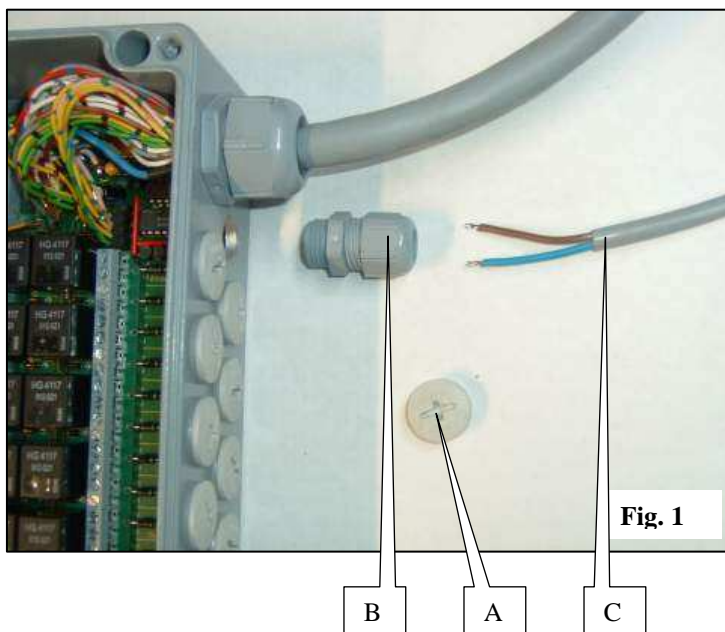

Fig. 1
- Bevestig de steun A (fig. 1) met behulp van de flens op het frame van het zaaimachine C (fig. 1), zo dicht mogelijk bij het midden van de zaaimachine.
- Bevestigen de aansluitdoos B (fig.1) op de steun.
Iedere celkabel is uitgerust met een stekker voor in de leidingbus. De stekkers E van de leidingbus aan te sluiten op de cellen zijn vierwegstekkers en de kabels van de leidingbus zijn genummerd bij de uitgangen van de aansluitdoos F (fig.1):
- fijar el soporte A (fig. 1) con la brida en la viga de la sembradora C (fig. 1), lo más próximo posible al centro de la sembradora.
- fijar la caja de conexiones B (fig. 1) al soporte.
Cada cable de célula está equipado con una toma para conectar al mazo. Las tomas E del mazo a conectar a las células son tomas de 4 vías y los cables del mazo están numerados a la salida de la caja F (fig. 1):
- fissare il supporto A (fig. 1) con la staffa sulla trave della seminatrice C (fig. 1), il più al centro della seminatrice possibile.
- fissare la scatola di allacciamento B (fig. 1) al supporto.
Ogni cavo di cellula è fornito di una presa da collegare al fascio. Le prese E del fascio da collegare alle cellule sono prese multiple da 4 attacchi e i cavi del fascio sono numerati sull'uscita della scatola F (fig. 1):
- Enlever le bouchon A (fig. 1) correspondant au passage du câble de la coupure n°1 (coupure la plus à gauche du semoir par rapport au sens d'avancement)
- Visser le presse étoupe B (fig. 1 et 2) à la place du bouchon
- Passer le câble C (fig. 1 et 2) de la coupure n°1 dans le presse étoupe
- Remove plug A (fig. 1) corresponding to the cable raceway of cutter n°1 (cutter that is the furthest to the left of the seeder in relation to the forward direction)
- Screw in cable gland B (fig. 1 and 2) in place of the plug
- Pass cable C (fig. 1 and 2) of cutter n°1 into the cable gland
-Nehmen Sie die Kappe A (Abb. 1) des Anschlusses für das Kabel der 1. Reihenabschaltung (erste Reihenabschaltung von links der Sämaschine in Fahrtrichtung) ab.
-Schrauben Sie die Stopfbüchse B (Abb. 1 und 2) an Stelle der Kappe.
-Führen Sie das Kabel C (Abb. 1 und 2) von der Reihenabschaltung Nr. 1 in die Stopfbüchse
- Verwijder de dop A (fig. 1) die overeenkomt met de passage van de kabel van de onderbreker n°1 (onderbreking uiterst links van de zaaimachine, in de rijrichting)
- Schroef de stopbus B (fig. 1 en 2) op de plaats van de dop.
- Breng de kabel C (fig. 1 en 2) van de onderbreker n°1 in de stopbus
- Quitar el tapón A (fig. 1) correspondiente al paso del cable del corte n° 1. (el corte más a la izquierda de la sembradora respecto al sentido del avance).
- Atornillar el prensaestopas B (fig. 1 y 2) en el lugar del tapón.
- Pasar el cable C (fig. 1 y 2) del corte n° 1 por el prensaestopas.
-Rimuovere il tappo A (fig. 1) corrispondente al passaggio del cavo del taglio n°1 (il taglio più a sinistra della seminatrice rispetto al senso di avanzamento)
-Avvitare il premistoppa B (fig. 1 e 2) al posto del tappo
-Passare il cavo C (fig. 1 e 2) del taglio n°1 nel premistoppa